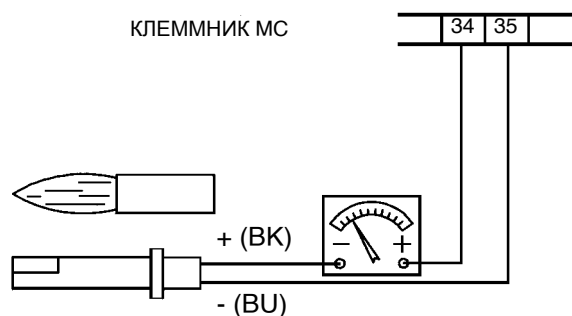
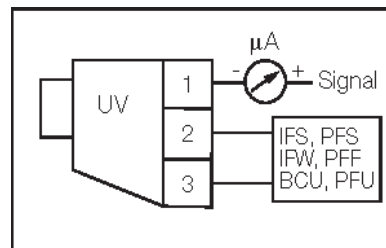

Рис. 28
Рис. 29
- Проверить и аккуратно почистить ФотоРезистор улавливания пламени и, если необходимо, заменить его. В случае возникновения сомнения, проверить контрольный контур, после того, как горелка будет вновь запущена, согласно схеме на Рис. 28-Рис. 29;
Для того, чтобы измерить контрольный сигнал, действовать согласно схеме на Рис. 28. Если сигнал не соответствует указанным параметрам, проверить электрические контакты, чистоту головки сгорания, положение фоторезистора и, при необходимости, заменить его.
Для контроля тока обнаружения см. схему на Рис. 29. Если сигнал - ниже указанного значения, проверьте положение фотозлемента, электрические контакты и при необходимости замените фотозлемент.